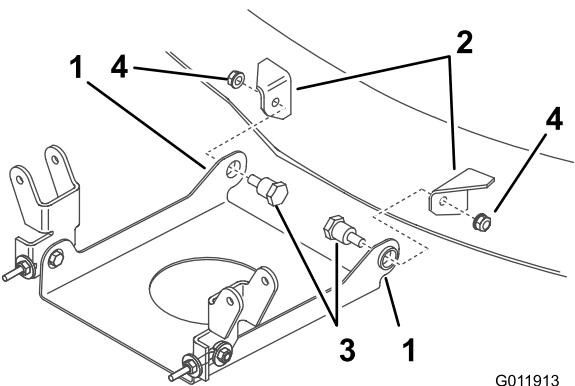

Figura 5
- Coloque la placa de montaje, con las pestañas hacia arriba, entre los soportes de la parte delantera del cortacésped (Figura 5).
8. Introduzca los pernos de cuello largo en los soportes del cortacésped a través de los taladros de la placa de montaje. Fíjelos con contratuercas (Figura 5).